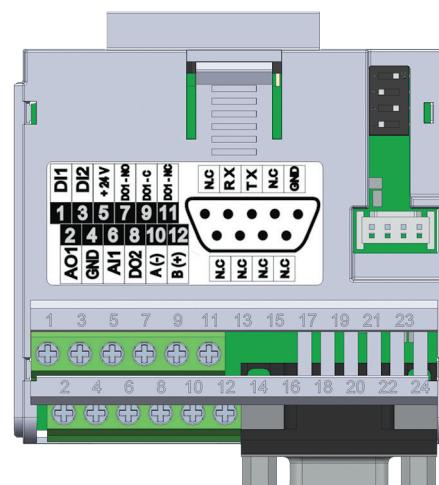

Figura 17.2: Módulo plug-in CFW500-CRS232
O módulo plug-in CFW500-CRS232 tem a interface Serial (1) através da porta RS485 nos bornes 10(A-) e 12(B+), bem como a interface Serial (2) através da porta RS232 no conector padrão DB9, veja a Figura 17.2 na página 17-1.